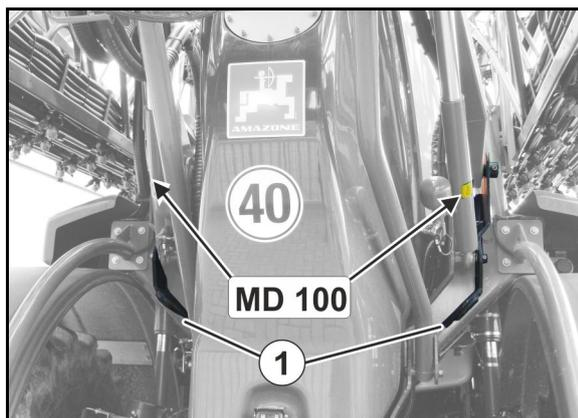

Fig. 5
- Due punti aggancio posteriori (Fig. 5/1)